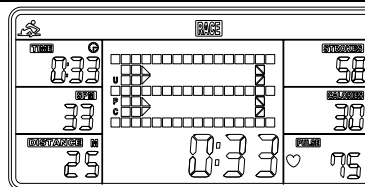
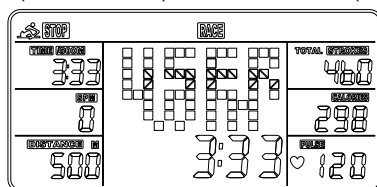

Fig. 6
Fig. 7
A. Appuyer sur la touche START pour commencer et STOP disparaît. USER (UTILISATEUR) et PC (UNITÉ) s'affichent dans la matrice (Fig. 6). L'ordinateur s'arrête lorsque l'utilisateur ou l'ordinateur a atteint la distance de course réglée. Ensuite, la matrice affiche « PC WIN » (fenêtre UNITÉ) ou « USER WIN » (fenêtre UTILISATEUR) (Fig. 7)